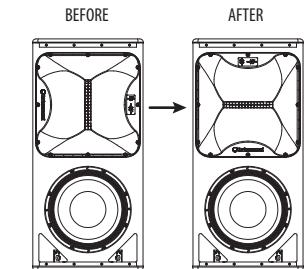

Fig. 6
13. Compruebe todos los componentes y confirme que la orientación de la bocina sea la correcta (fig. 6).